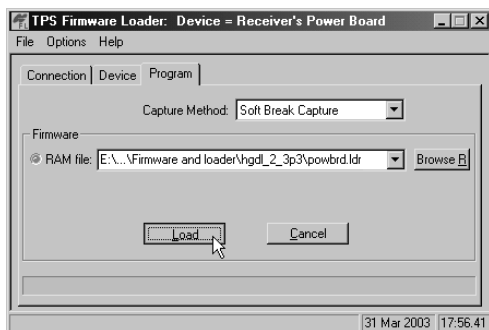

Figura 4-21. Valores de la Pestaña Program
8. Seleccione la pestaña **Program** y defina el *Capture Method* (Método de Captura) a Soft Break Capture (Captura de Interrupción Suave) (recomendado) (Figura 4-21).
9. Busque y seleccione el archivo ram del tablero de Energía (Figura 4-21).